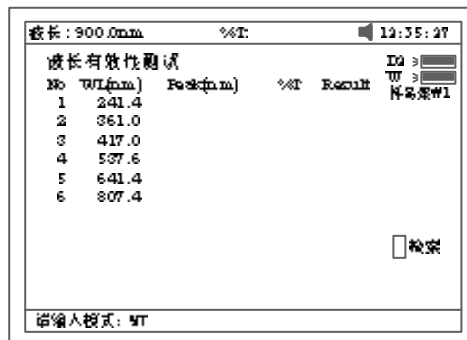

图 97
- b. 按【F2】键可选择测试模式(吸光度或透过率)。 (图 97).